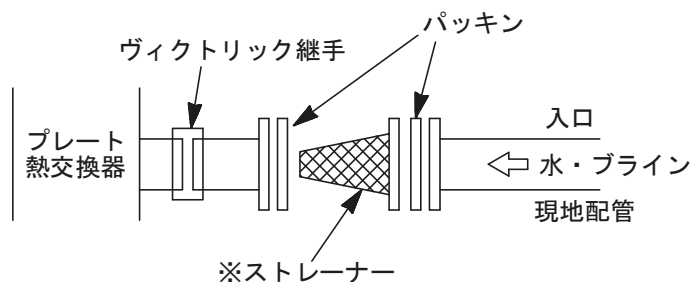
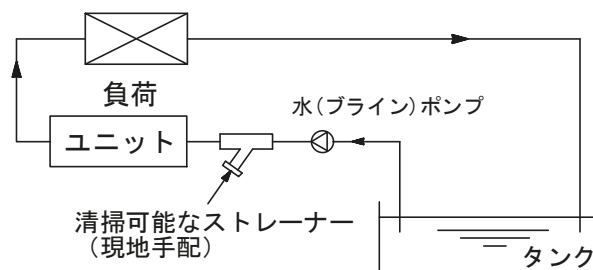

図 3-4
図 3-5
- ⑤ 振動をきらう場所へ設置する場合は、ブライン配管・冷却水配管の一部にフレキシブルジョイントを使用することをおすすめします。
- ⑥ プレート熱交換器内に異物が入ると、伝熱面を傷付ける恐れ、及び目詰りの原因になりますので、冷却水及びブライン冷却器の入口側に必ずユニット取付（付属）のストレーナと清掃可能なストレーナ（20 メッシュ程度）を設けて下さい。(図 3-4、図 3-5)